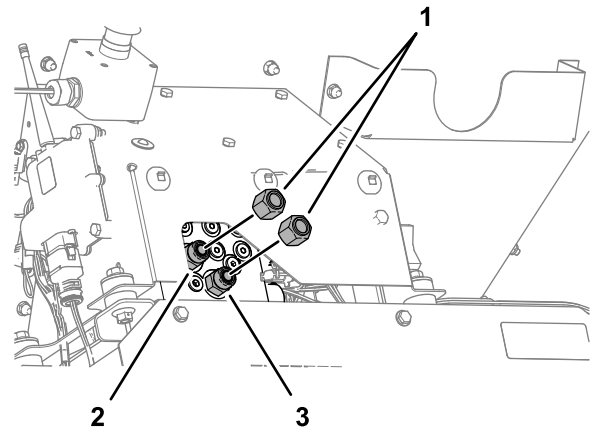

Figura 20
1. Retire las tapas de los acoplamientos de unión en el puerto T y el puerto P del colector hidráulico (Figura 20).